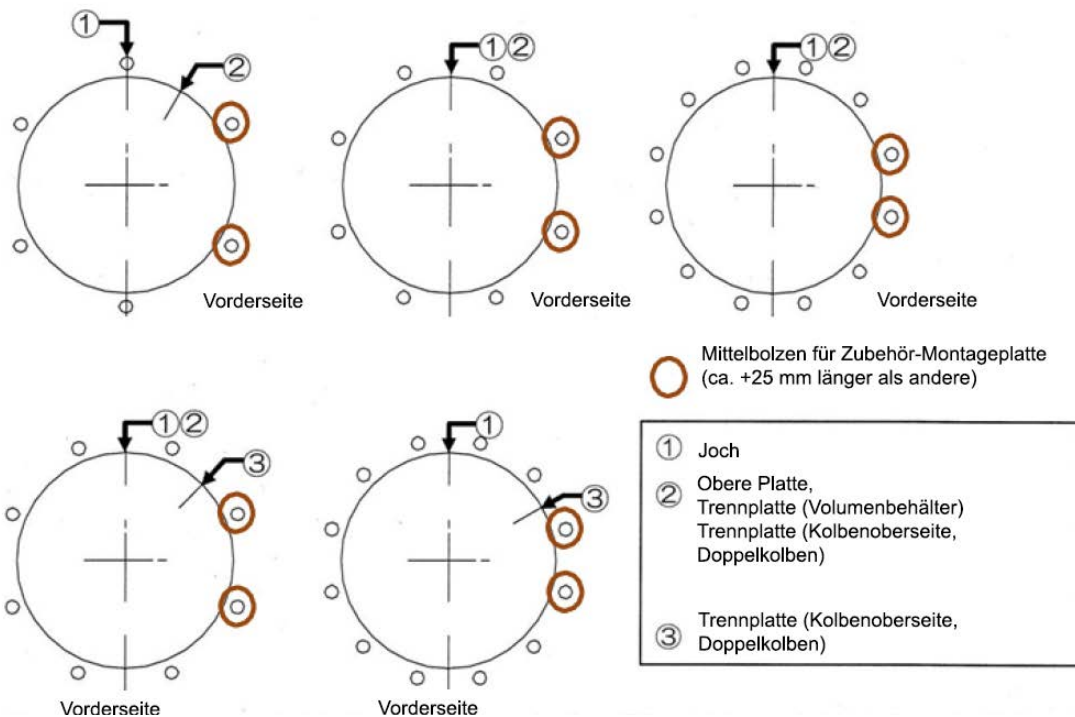

Abbildung 18 – Positionierung der Mittelbolzen
15. Stellen Sie sicher, dass die Positionen der Luftanschlüsse korrekt sind. Setzen Sie die Mittelbolzen in die Bohrungen der oberen Platte und des Jochs ein. Montieren Sie die Federringe und Muttern und ziehen Sie diese von Hand leicht an. Montieren Sie die Federringe und Muttern von Hand an der Unterseite des Jochs. Stellen Sie sicher, dass die Position der Mittelbolzen (ca. +25 mm länger als andere) für die Zubehör-Montageplatte, falls vorhanden, der Abbildung 18 entspricht.